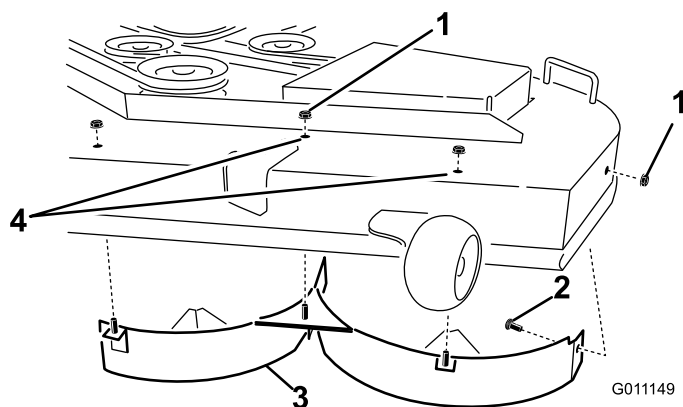

Bild 32
links von der Mitte und links befestigt sind (Bild 32). Entfernen Sie die Schlossschraube und Sicherungsmutter an der Seitenwand des Mähwerks, mit denen das linke Ablenkblech am Mähwerk befestigt ist.
7. Entfernen Sie das linke Ablenkblech vom Mähwerk, wie in Bild 32 dargestellt.
8. Sie finden die zwei Schrauben und Sicherungsmuttern in den losen Teilen. Setzen Sie die Befestigungen in die Löcher oben am Mähwerk ein, wie in Bild 32 dargestellt, um das Herausschleudern von Grünabfällen zu vermeiden. Setzen Sie die Schraube durch die Unterseite des Mähwerks ein und befestigen sie mit einer Sicherungsmutter von oben.